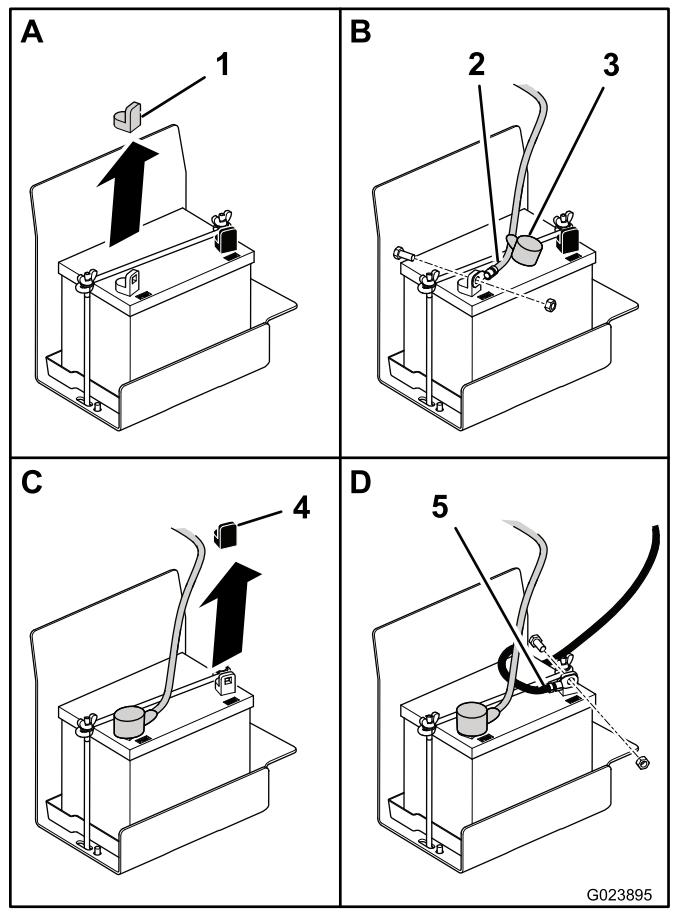

Figure 5
- Déposez le couvercle en plastique rouge de la borne positive de la batterie (Figure 5).